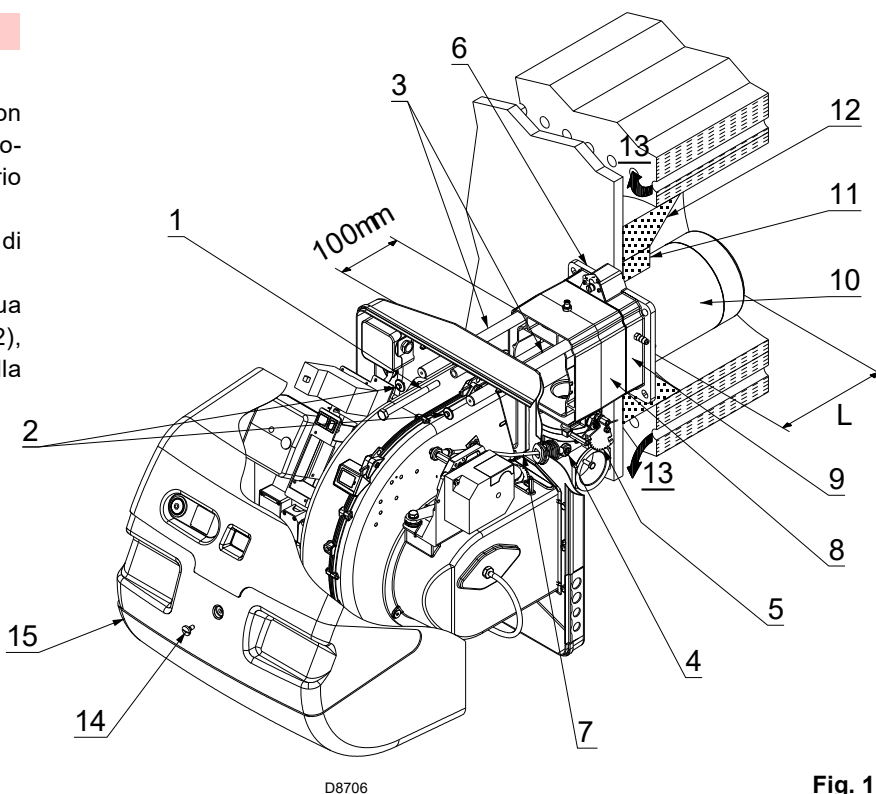

Fig. 11
La protezione deve consentire al boccaglio di essere estratto. Vedere Fig. 11.
Separare quindi la testa di combustione dal resto del bruciatore, Fig. 11.
Effettuata questa eventuale operazione, fissare la flangia 9)(Fig. 11) alla piastra della caldaia interponendo lo schermo isolante 6)(Fig. 11) dato a corredo.
- rimontare il bruciatore 4) sulle guide 3) a circa 100 mm dal manicotto 5) - bruciatore nella posizione illustrata dalla Fig. 11;